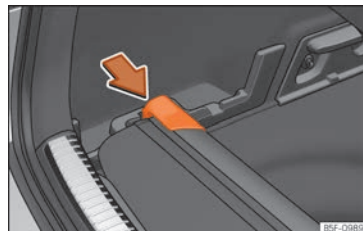

Fig. 144 En el maletero: alojamiento para guardar la bandeja enrollable.
- Presione el cabezal de la bandeja enrollable en el sentido de la flecha hasta encajarlo en el alojamiento previsto para tal uso »» **fig. 144.**